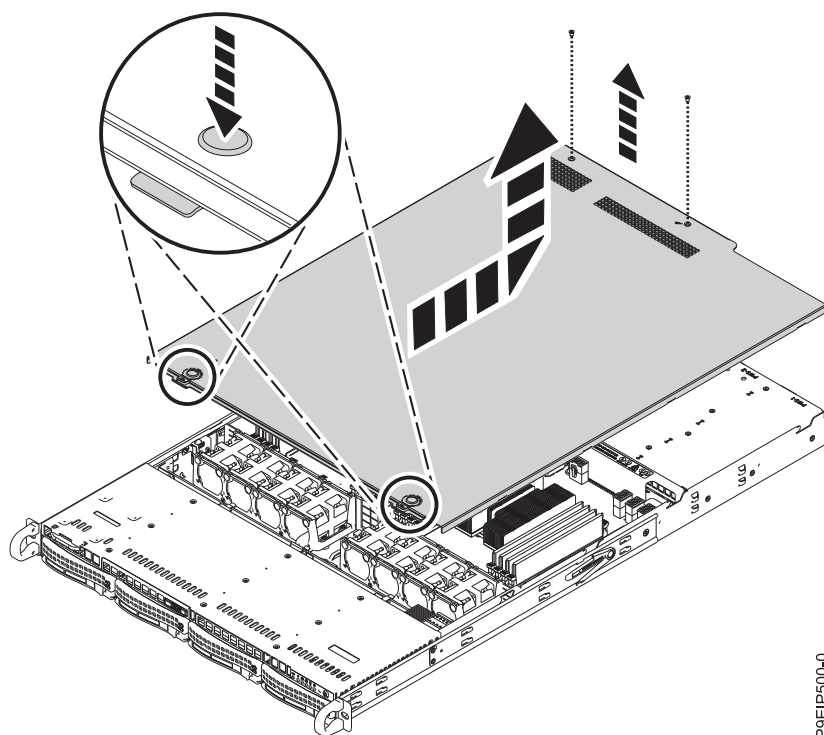

Figure 77. Déverrouillage et ouverture du capot
2. Retirez les deux vis du capot (1) situées à l'arrière.
3. Appuyez sur les deux boutons situés sur le dessus du couvercle (2) pour déverrouiller les loquets, comme indiqué dans la figure 77 et poussez le capot d'environ 0,5 pouces (1 cm) jusqu'à la butée. Si vous ne parvenez pas à appuyer sur les boutons, ôtez partiellement les unités se trouvant sous les boutons.